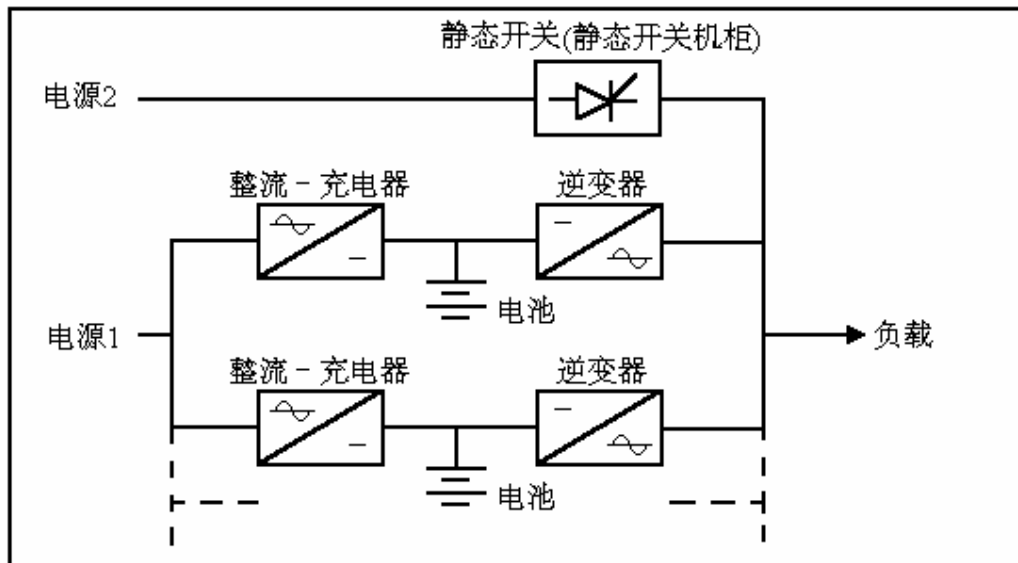

图5. 带电源2(装有“静态开关”机柜)的并联UPS或频率转换器系统
5. 带电源2(装有“静态开关”模块)的并联UPS(图5)；